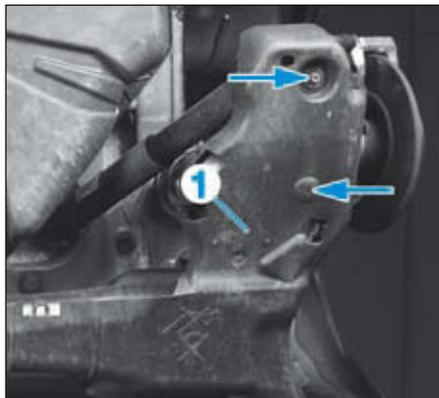

FIG.18
- le carénage de protection (1) (Fig.18).
- le carénage de protection sous le train arrière (Fig.18).